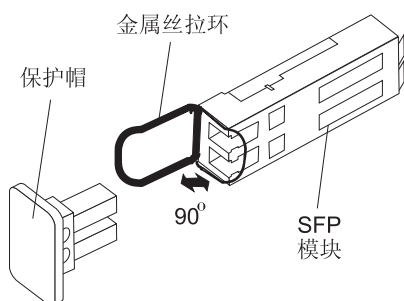

图 28. 松开金属丝类 SFP 模块滑锁
- 对包含金属丝卡口的 SFP 模块，如图 28 中所示，通过把金属丝滑锁向外拔出 90° 来松开 SFP 模块滑锁。